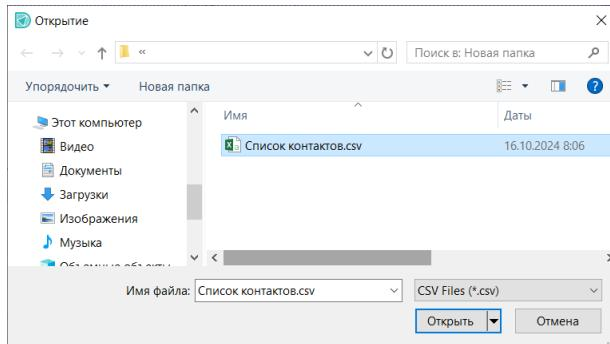

Рис. 262 Выбор файла для импорта контактов
2. Выберите в окне проводника нужный файл с описанием контактов и нажмите «Открыть», см. Рис. 262.